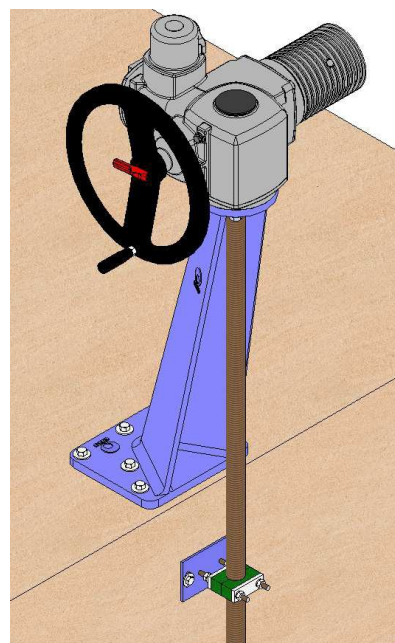

Abb. 21
- Möglichkeit einer geeigneten Flursäule (Abb. 21).